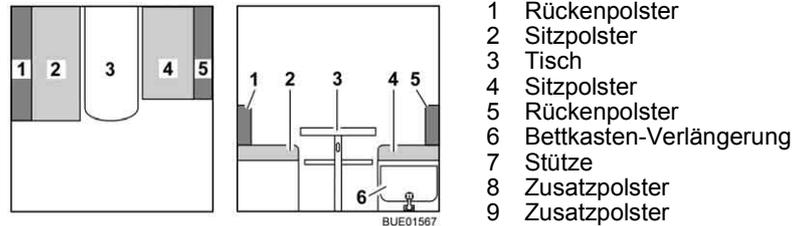

Bild 95 Vor dem Umbau
- Tisch (Bild 95,3) zum Bettunterbau umbauen (siehe Abschnitt 6.12).
- Bettkasten-Verlängerung (Bild 95,6) entriegeln und nach oben klappen.